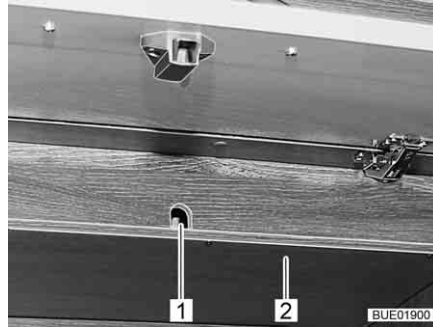

Bild 180 Lucka på hängskåp
- Ta bort bräda (Bild 180,2) under åtkomstöppningen (Bild 180,1) för veven.